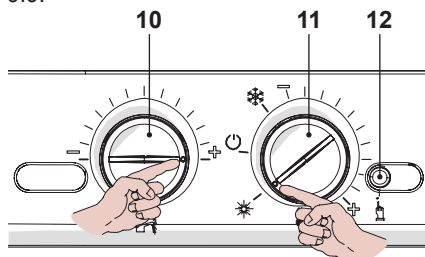

Рисунок 9.9
- Установите регуляторы панели управления, как показано на рисунке, см. Рисунок 9.9.
- Чтобы получить доступ к функции «трубочист», войдите в режим программирования, нажав и удерживая в течение 15 секунд кнопку перезапуска 12, см. Рисунок 9.9, до появления параметра **P01**. На ЖК-дисплее последовательно отобразятся следующие символы (параметр **P01** будет загораться поочередно с -- --).
- Нажмите кнопку перезапуска 12, см. Рисунок 9.9, и пролистайте параметры, пока не дойдете до параметра, предназначенного для настройки функции «трубочист». На ЖК-дисплее последовательно отобразятся следующие символы (параметр **P09** будет загораться поочередно с 00).